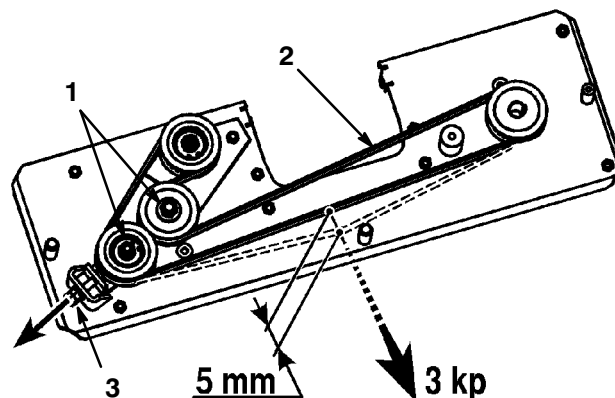

Abbildung 42
4. Die beiden Sechskantmutter an der Führungsrolle lösen (Abb. 42).
5. Die M10-Mutter so einstellen, dass der Riemen bei einer Kraft von 3 kp um 5 mm nachgibt (Abb. 42).